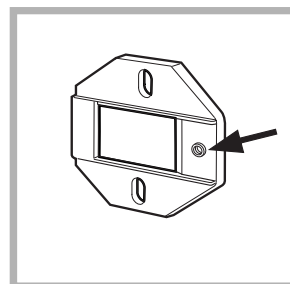

Fig. 1
- Montați suporturile balamalei pe fața mașinii, poziționând orificiul indicat prin săgeată (fig. 1) către interiorul feței mașinii, utilizând un distanțier (fig. 4B), utilizând șuruburi de tip C.